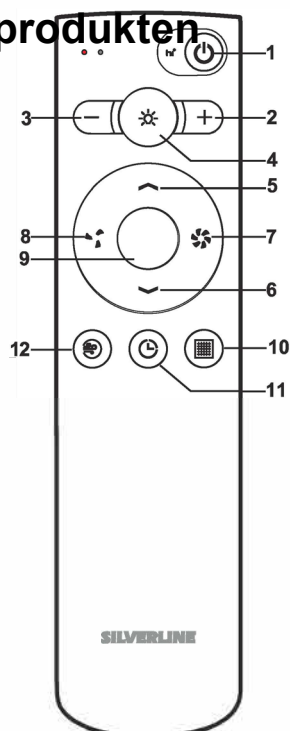

Fig. 42
- Tryck på Air Clean Silver Fresh och pil upp-knappen samtidigt i 3 sekunder. (Fig. 42/4).
- Tryck på plus(+) och minus(-)knappen samtidigt i 3 sekunder. (Detta alternativ raderar enheten i fjärrkontrollen, du måste upprepa parningsinstruktionerna för att kunna ansluta igen). (Fig. 42/2)
- Tryck på plus(+) och minus(-)knappen samtidigt i 3 sekunder. (Detta alternativ låter dig ta bort fjärrkontrollen inuti enheten, du måste upprepa parningsinstruktionerna för att återansluta.) (Fig. 42/6)
- Tryck på Air Clean (Silver Fresh)-knappen och fettfilterknappen samtidigt i 3 sekunder. (fig. 42/3).
Tryck på Air Clean (Silver Fresh) och Down-pilen samtidigt i 3 sekunder. (Fig. 42/5).
Silverconnect: (Ytterligare köp)	Avaktiverad genom att trycka på OK-knappen i ungefär 4 sekunder. Fig. 42
Silverconnect känslighetsjustering: (Tillval av extra)	När Silverconnect är aktiv, tryck OK-(Fig. 42)-knappen i 7 sekunder. När man trycker på går Silverconnect in i justeringsläge. Varje gång OK-knappen trycks in ändras känsligheten. Vänta 10 sekunder för att spara den valda inställningen, så sparas den automatiskt.